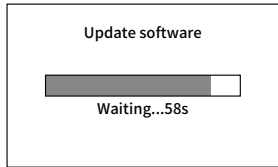

Рисунок 1-4
- ① С помощью USB-кабеля подключите прибор к соответствующему разъему компьютера.
- ② При выключенном приборе нажмите и удерживайте клавиши , ,  и включите выключатель питания. На экране отобразится обратный отсчет времени до обновления (рис. 1-4).